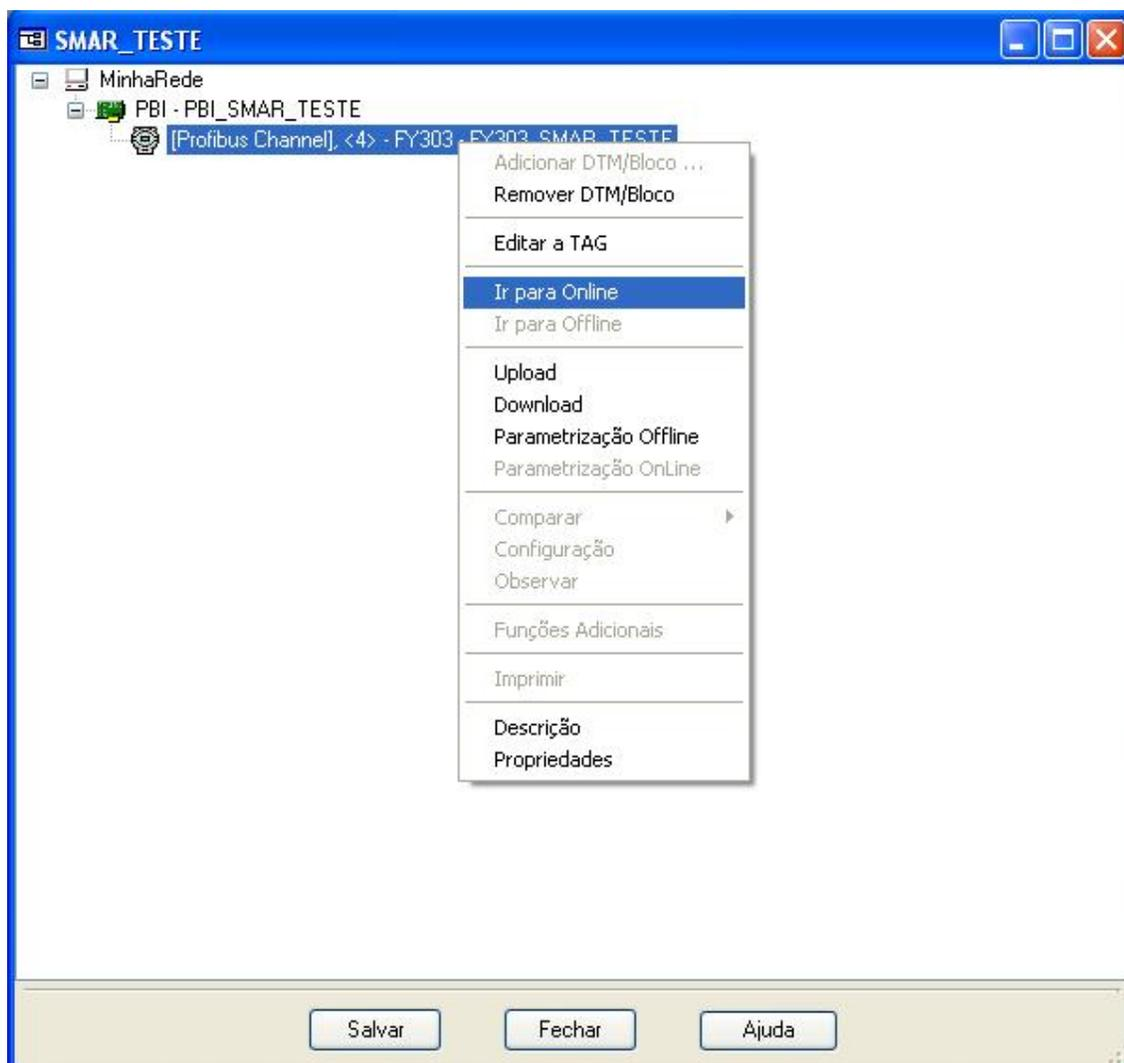
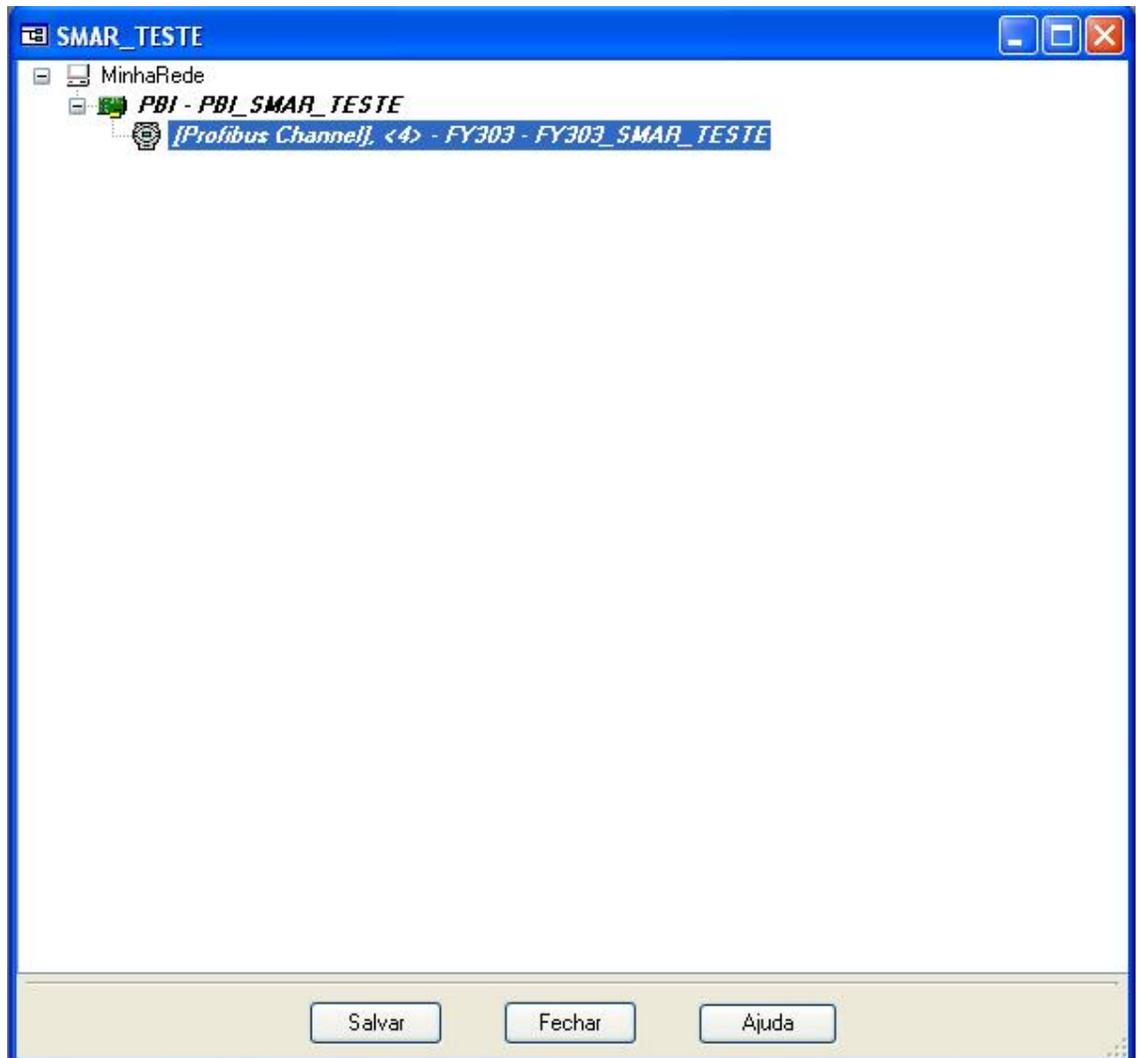

Figura 2.14 – Configuração do Software AssetView STANDALONE
Figura 2.15 – Configuração do Software AssetView STANDALONE
- 9) Por fim, coloque o equipamento em modo Online clicando com o botão direito do mouse na opção "Ir para Online". Ver Figura 2.14. Em seguida, observe se os TAGs da interface e do equipamento estão com as letras formatadas em Negrito e Itálico. Ver Figura 2.15. Se sim, o equipamento já está se comunicando com o AssetView e a configuração do equipamento poderá ser iniciada. Para detalhes sobre o AssetView, por favor consulte o manual do mesmo.